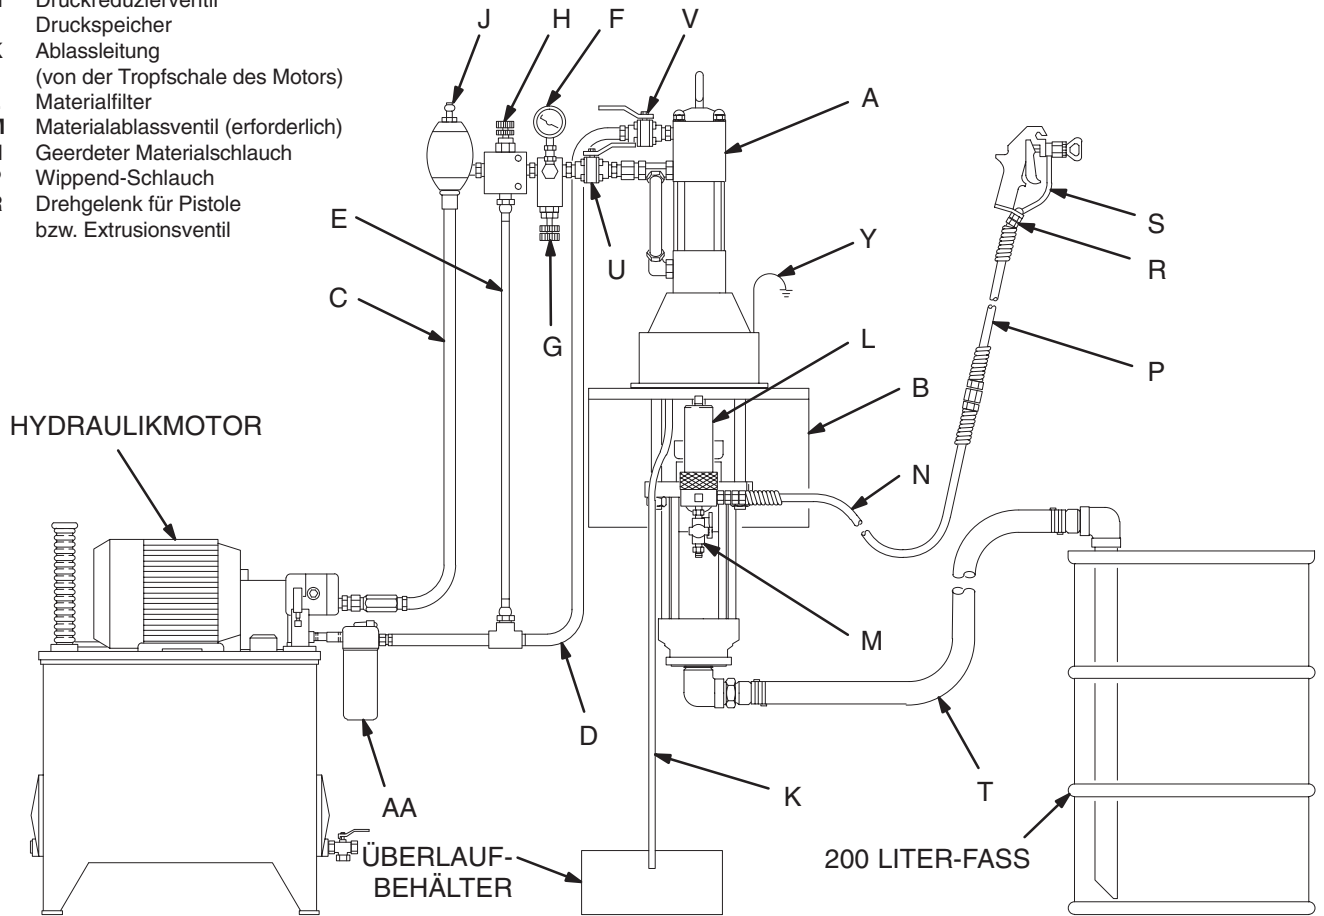

Abb. 4
Abb. 4 stellt nur eine Hilfe für die Auswahl und den Einbau von Systemkomponenten und Zubehörteilen dar. Ihr Graco-Händler hilft Ihnen gerne bei der Zusammenstellung eines Systems, das Ihren jeweiligen Anforderungen entspricht.
Die Montage der Pumpe (A) muss der geplanten Installation des Systems entsprechen. Abb. 4 zeigt ein System, das auf einem Fahrgestell montiert ist. Für Pumpenabmessungen und Montagebohrungen siehe Seite 38 und 39.
Bei der Hydraulikzufuhrleitung (C) die folgenden Zubehörteile an den in Abb. 4 gezeigten Stellen installieren und bei Bedarf Adapter verwenden:
- **Ein Startventil (U)** zum Isolieren der Pumpe bei Wartungsarbeiten.
- **Ein Materialdruck-Manometer (F)** zur Überwachung des Hydrauliköldruckes in der zum Motor führenden Leitung und zur Vermeidung einer zu hohen Druckbeaufschlagung von Motor oder Unterpumpe, sowie einen **druck- und temperatenausgleichenden Durchflussregler (G)**, um den Motor vor zu schnellem Laufen und somit vor einer Selbstbeschädigung zu schützen.
- **Ein Druckreduzierventil (H) mit einer Ablassleitung (E)**, die direkt in die Hydraulik-Rücklaufleitung mündet (D).
- **Ein Druckspeicher (J)** zur Reduzierung des durch die Richtungsumkehr des Motors verursachten Pulsation.
Bei der Hydraulikrücklaufleitung (D) die folgenden Zubehörteile in der in Abb. 4 gezeigten Reihenfolge installieren und bei Bedarf Adapter verwenden:
- **Ein Startventil (V)**, das die Pumpe für Wartungsarbeiten isoliert.
- **Ein Filter (AA)** mit 10 Mikron (400 Mesh).
Die folgenden Zubehörteile an den in Abb. 4 gezeigten Stellen installieren und bei Bedarf Adapter verwenden:
1. Siehe Abb. 4 auf Seite 11. Den Ansaugsatz (T) mit dem Materialeinlass der Pumpe verbinden und das Rohr in das anzusaugende Material geben.
3. Die Startventile in der Zufuhrleitung (U) und in der Rückleitung (V) müssen geschlossen sein.
5. Metallteil der Pistole/des Extrusionsventils (S) fest gegen die Seite eines geerdeten Metalleimers drücken und den Abzug geöffnet halten.
6. *Zuerst* Startventil der Rückleitung (V), dann langsam das Startventil der Zufuhrleitung (U) öffnen.